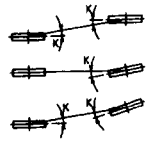
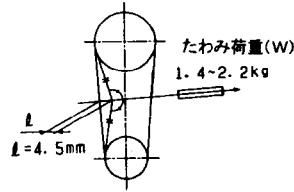

図3 プーリの平行度
図4 Vベルトの張力
ファンプーリと電動機プーリの平行度は下記規格を満足するようにセットしてください。(表2、図3)
- 1) Vベルトの1本あたりの張力は図3のたわみ荷重(W)を満足し、適正たわみ量( $l=4.5\text{mm}$ )のたわみ荷重(W)が図4の範囲内にある様にセットしてください。